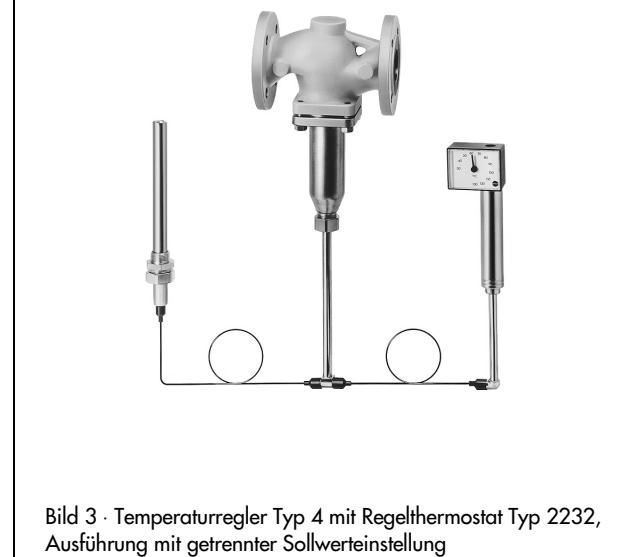

Bild 3 · Temperaturregler Typ 4 mit Regelthermostat Typ 2232, Ausführung mit getrennter Sollwerteinstellung
**Typ 2114/2232** (Bild 3) · mit Regelthermostat Typ 2232 für Flüssigkeiten und Dampf, Sollwerte von  $15^{\circ}\text{F}$  bis  $480^{\circ}\text{F}$  ( $-10$  bis  $+250^{\circ}\text{C}$ ), getrennte Sollwerteinstellung